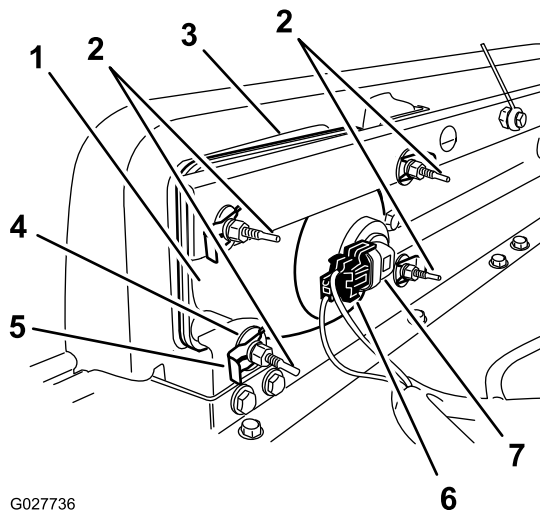

Figura 41
3. Desligue o conector elétrico para a cablagem do conector do conjunto da lâmpada (Figura 41).
4. Retire os clips rápidos e as anilhas que fixam o farol a respectivo suporte (Figura 41).
5. Retire o conjunto do farol movendo-o para a frente através da abertura no pára-choques dianteiro (Figura 41).
6. Instale o novo farol através da abertura no pára-choques (Figura 41).
8. Ligue o conector elétrico para a cablagem ao conector do conjunto da lâmpada (Figura 41).
2. Na parte traseira do conjunto de faróis, rode os parafusos de ajuste (Figura 41) para inclinar o conjunto dos faróis e alinhar a posição do feixe.